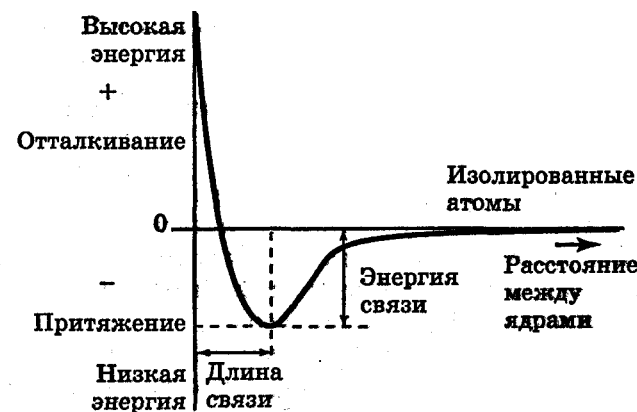

Рис. 3.1.
**ХИМИЧЕСКАЯ СВЯЗЬ** — электростатическое взаимодействие двух атомов, осуществляемое путем обмена электронами. При сближении атомов валентные электроны одного атома начинают притягиваться к ядрам другого атома и, наоборот, валентные электроны второго атома притягиваются к ядрам первого (рис. 3.1). Главный результат образования химической связи —